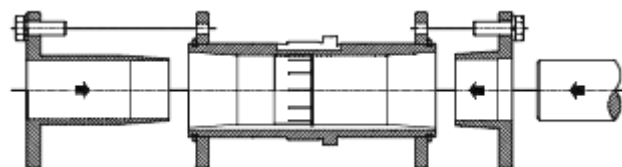

Рис. 6. Комплект короткой втулки
2. Короткая коническая втулка устанавливается со стороны приводного механизма, а длинная – с противоположной стороны, как показано на рис. 6. Если длинная втулка установлена правильно, то она должна захватывать ведомый вал, который не проходит через всю длину полого вала редуктора. Конструкция редуктора позволяет установить его так, чтобы входной вал выступал как со стороны приводного механизма, так и в другом направлении.
3. Установите клин конической втулки в полый вал редуктора с той стороны, откуда будет установлена длинная втулка. Клин конической втулки необходимо установить так, чтобы тонкий конец конуса смотрел на длинную втулку, как показано на рис. 6. Клин установлен правильно, если он зафиксирован в полом вале редуктора.